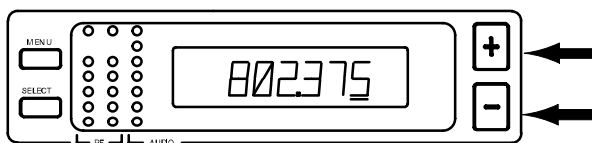

ABBILDUNG 19
4. Um die Einstellung in den vorgegebenen Stufen zu ändern, die „+“ oder „-“-Taste drücken, bis die gewünschte Frequenz erreicht ist. (Abbildung 19).